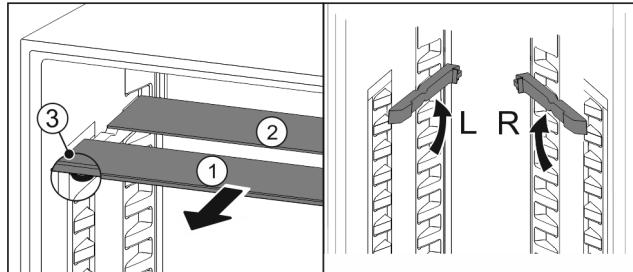

Fig. 83
- Extrageți Fig. 83 (1) pe rând plăcile de sticlă spre înainte.
- ▷ Placa de sticlă Fig. 83 (1) cu șipca decorativă se află în față.
- ▷ Opritoarele Fig. 83 (3) indică în jos.